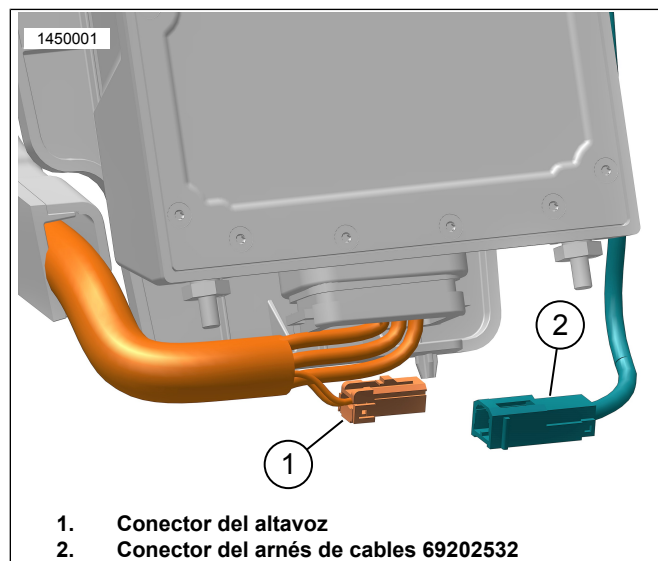

Figura 7. Conexión del altavoz de la alforja izquierda (igual a la de la derecha)
- b. Consulte la Figura 7. Enchufe el conector del arnés de cables (2) en el conector del altavoz (1).